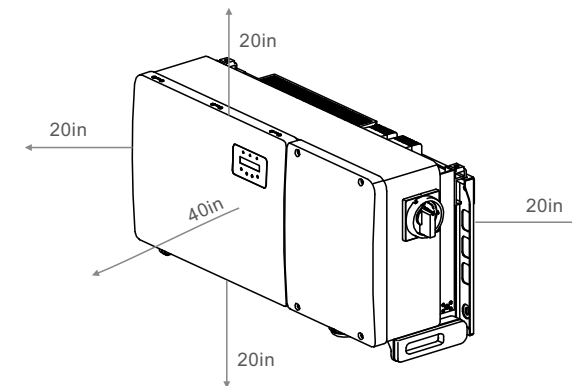

Figura 3.1 Distancias necesarias entre inversores
- Si se instalan varios inversores in situ, debe mantenerse una distancia mínima de 20 pulgadas entre cada inversor y todos los demás equipos montados. La parte inferior del inversor debe estar al menos 20 pulgadas por encima del suelo (véase la figura 3.1).